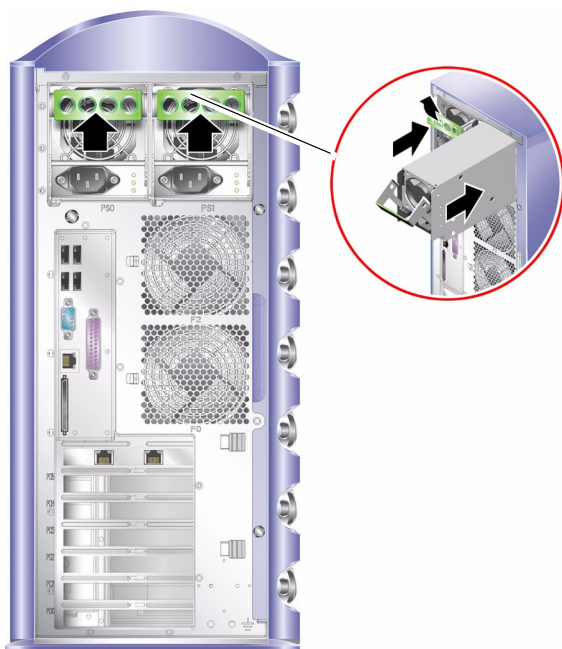

FIGURA 1-9 Reemplazo de la unidad de alimentación eléctrica
8. Empuje la palanca hasta que encaje completamente. Consulte la FIGURA 1-9.